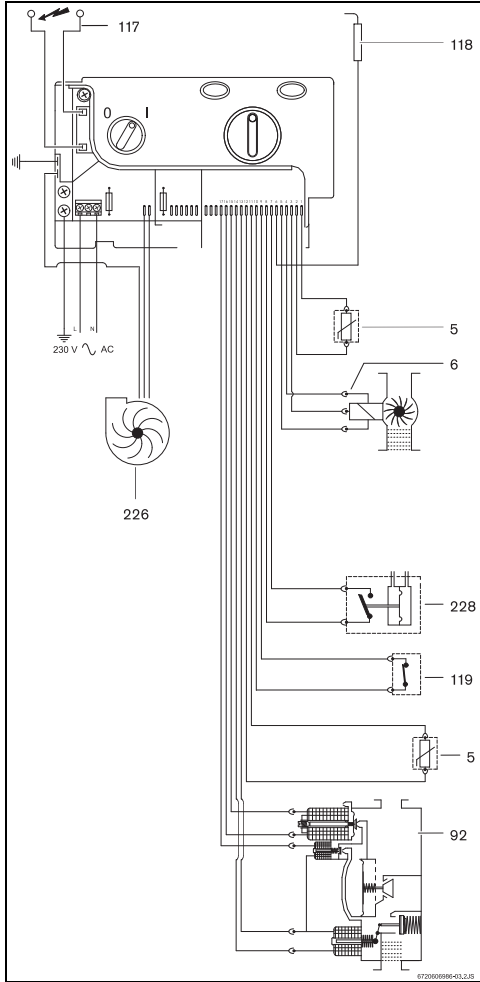

Fig. 2 Esquema eléctrico
Siempre que se abre un grifo de agua caliente, el sensor de caudal de agua (Fig. 2, [6]) envía una señal a la unidad de mando. Esta señal provoca lo siguiente:
- Simultáneamente, empieza la producción de chispas y la llave del gas (Fig. 2, [92]) se abre.
- El electrodo de ionización (Fig. 2, [118]) supervisa el estado de la llama